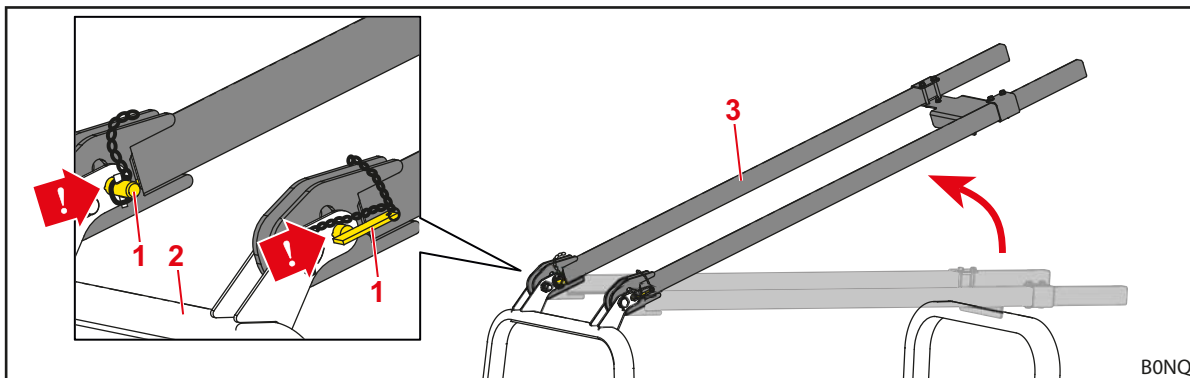

Fig. 40 Opklappede traverser, der er sikret i de nederste huller
- (1) Sørg for at sikre de lange traverser i de nederste huller.
- Sørg for at sikre de lange traverser med isætningsbolte i de nederste huller (se Fig. 40).
- (2) Klap den nederste bøjle op (se beskrivelsen til OPG uden lange traverser i starten af kapitlet).
- (3) Klap de lange traverser ned.